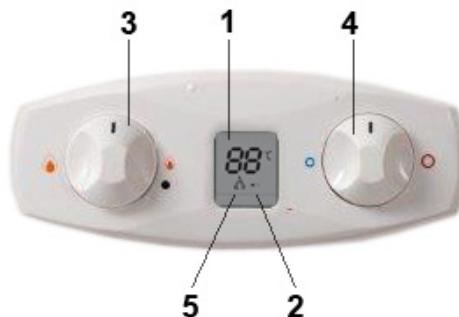

fig. 1 - Painel de comandos
Com o manipulo (ref. 3 da fig. 1) é possível selecionar a potência da caldeira: mínima ou máxima e as posições intermédias, segundo o nível de aquecimento de água necessário. Ao rodar o manipulo para a esquerda, o aparelho aquece a água à potência máxima. Caso a temperatura seja demasiado elevada, por exemplo, no verão, ou caso seja necessário um caudal reduzido de água não muito quente, rode o manipulo para a direita. Deste modo, reduz-se a potência e, consequentemente, o consumo de gás. Na posição • o aparelho está desativado.